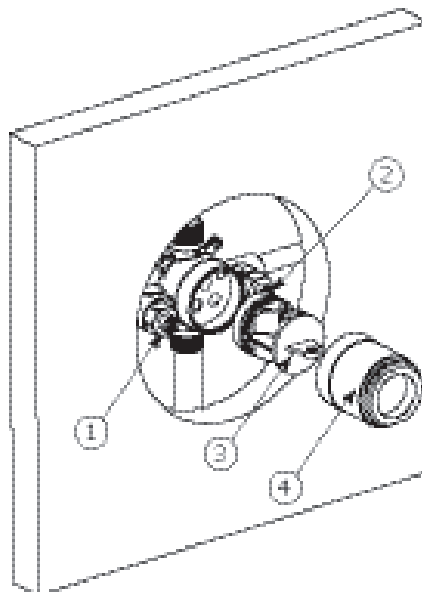

Fig.1
remove the protective plug (3) (see Fig.1) .
capuchon protecteur (3) (Voir Fig.1).